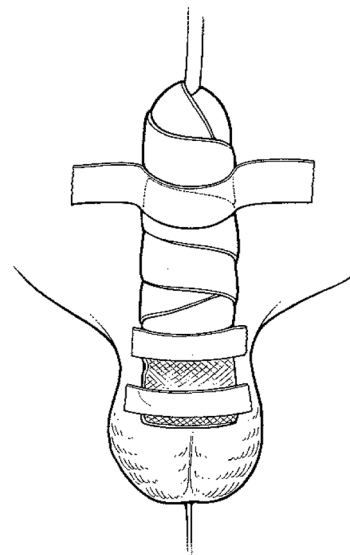

Figura 4-24. Fissaggio del pene all'addome
5. Fissare il pene all'addome (**Figura 4-24**).